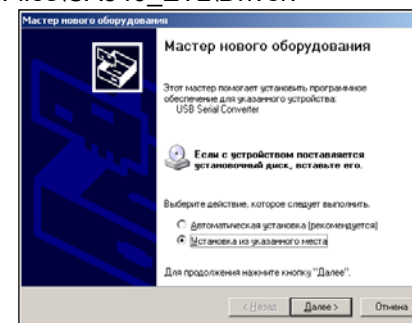
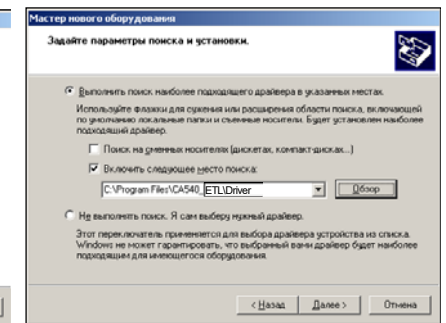

Рисунок 8.9
Рисунок 8.10
2) Після включення ПК на екрані з'явиться сповіщення, а потім вікно програми встановлення нового обладнання (рисунок 8.9).
3) Встановити драйвер Блока сполучення універсального, для чого у вікні (рисунок 8.9) клацнути в полі "Установка из указанного места", а потім по кнопці **Далее >**. На екрані з'явиться вікно (рисунок 8.10). Клацнути по кнопці **Обзор** і вибрати папку C:\Program Files\CA540\_ETL\Driver.